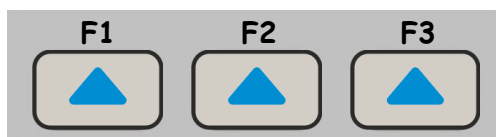

Рисунок 12
- Функциональные клавиши  (F) выполняют различные действия, в зависимости от выбранного режима работы прибора. Наименование текущей функции выводится на дисплей над каждой из клавиш. В настоящем руководстве используется нумерация функциональных клавиш слева направо: **F1, F2, F3** (рисунок 12).